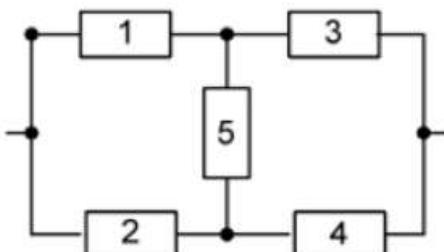

Рис. 4.1 Элементарная мостиковая структура
*Мостиковой структурой* называют схему, представленную на рис. 4.1, состоящую из пяти элементов, один из элементов которой включен в диагональ. Диагональный элемент 5 не позволяет считать, что остальные элементы соединены последовательно или параллельно.
Метод разложения по базовому элементу основан на использовании теоремы о сумме вероятностей несовместных событий и заключается в следующем. В исходной структуре в соответствии с рис. 4.1 выбирается БЭ и предполагается два несовместных события: